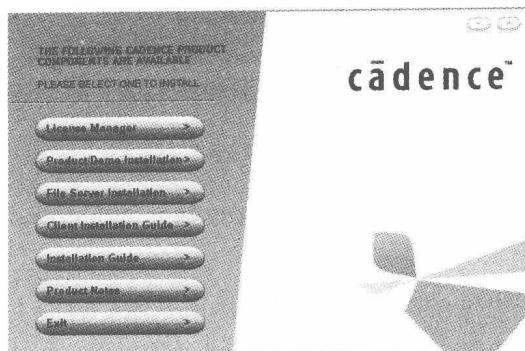

图 1.1
① 开机并启动操作系统。
② 打开 PSpice A/D 安装程序所在文件夹。
③ 单击 Setup 应用程序,会出现如图 1.1 所示的安装界面。